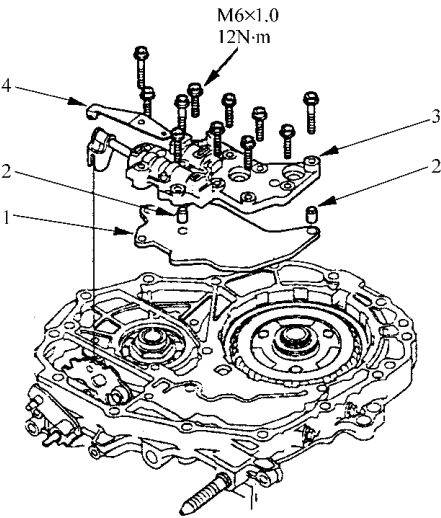

图 5-131 安装手动阀体隔板
26) 如图 5-131 所示,将手动阀体隔板和定位销安装到中间壳体上,然后,安装手动阀体和锁止弹簧。